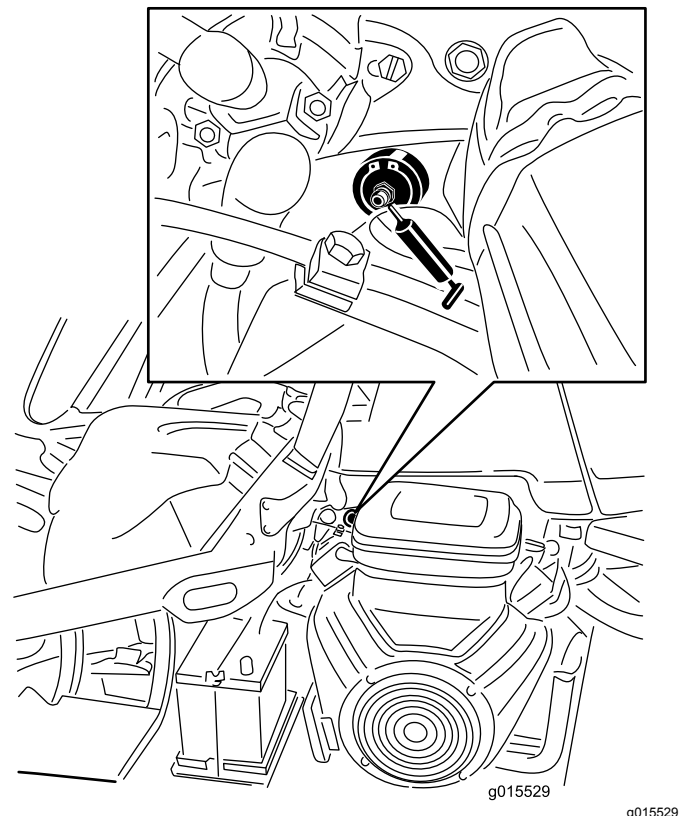

Figura 25
1. Pulite i raccordi di ingrassaggio in modo da evitare che corpi estranei possano entrare nel cuscinetto o nella boccola (**Figura 25**).